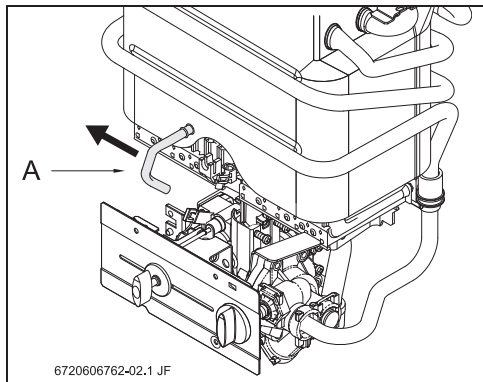

Рис. 1
- ▶ Отсоединить запальник от основной горелки (Рис. 1, [А]).